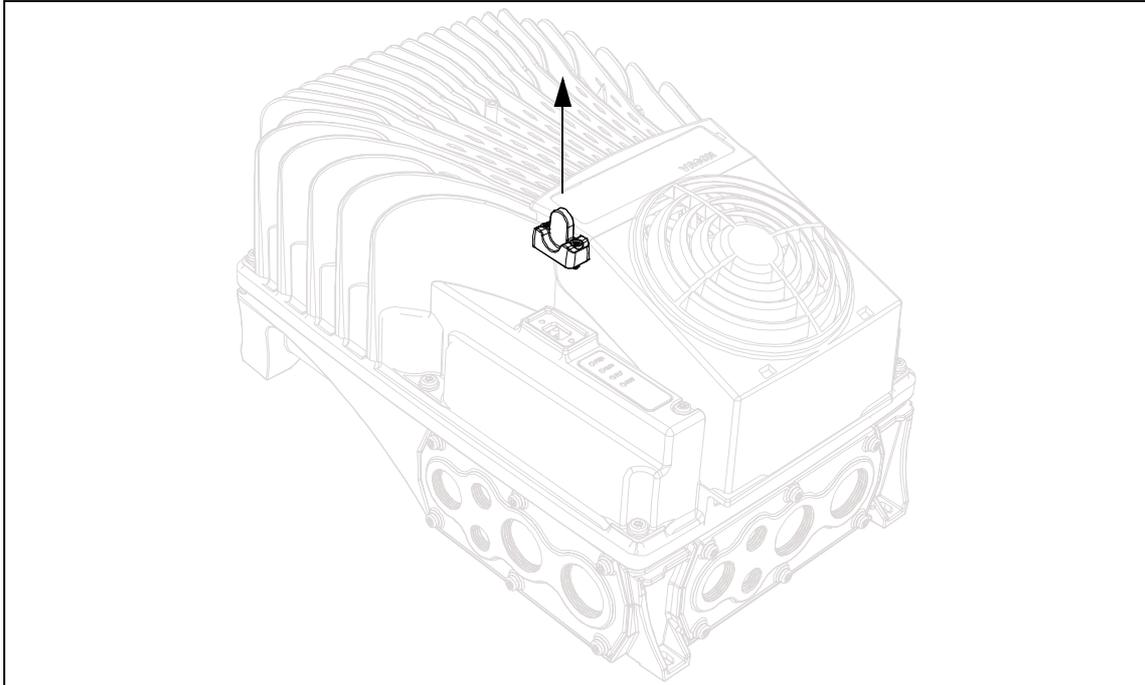

Abbildung 53. Entfernung der Anschlusskappe vom Umrichter.
- Die Anschlusskappe wie auf Abbildung 53 gezeigt vom Umrichter entfernen.